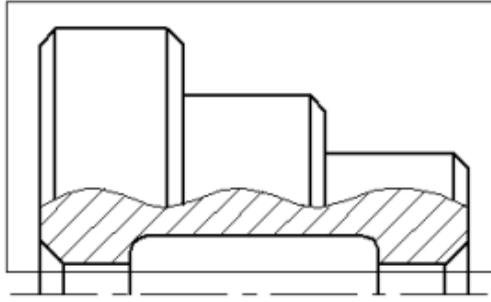

Рисунок 39. *Формирование рамки выбора*
– Выделите верхнюю половину детали за исключением осевой линии. Осевую линию включать в группу выбора не нужно. Если она будет выбрана, то после выполнения симметричного построения произойдет наложение линий друг на друга. Пример формирования рамки выбора показан на рис. 39.